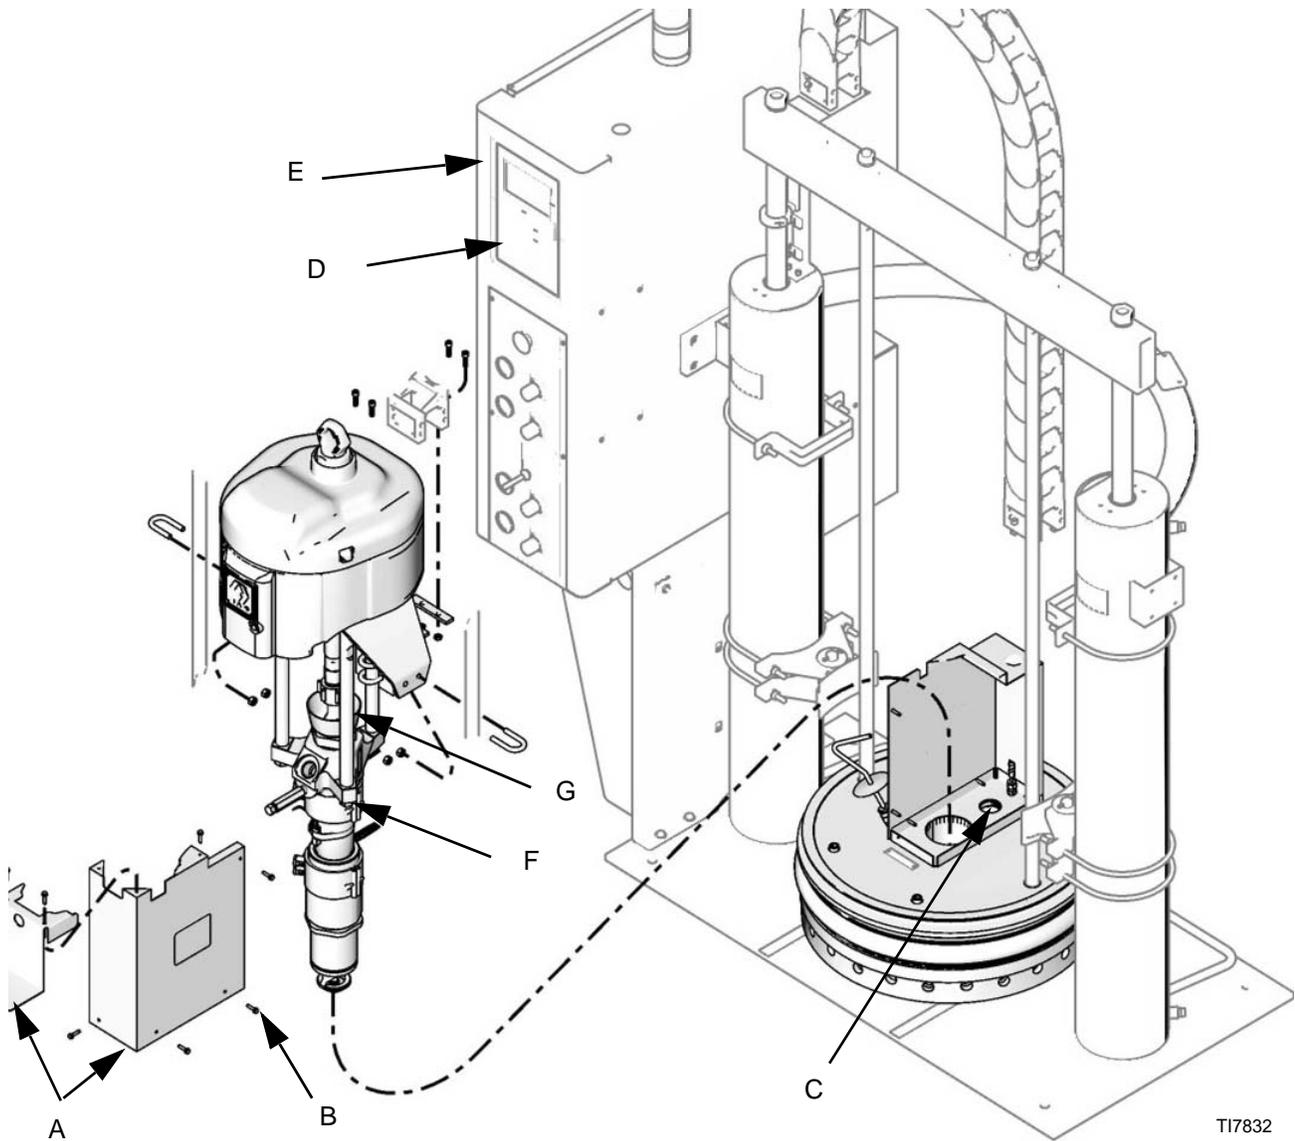

FIG. 24
- En el panel de control eléctrico, apague calentador del sistema (D). Vea FIG. 24.
- Apague la desconexión eléctrica principal (E) situada en el lado izquierdo del Them-O-Flow 200.
- Retire el recinto de hoja metálica de la bomba (A). Vea FIG. 24.
- Retire los controles de la tapa (B).
- Retire el sensor del seguidor (C).
- Retire las tuercas (F) de las varillas de apertura de la bomba/motor neumático en el extremo de la bomba. Vea FIG. 24.
- Retire las tuercas (2) de las varillas de elevación del plato seguidor.
- Afloje completamente el acoplamiento del eje de la bomba al eje del motor neumático (G).